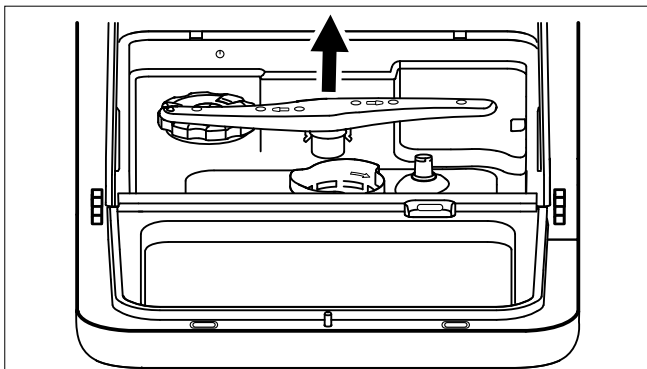

Fig. 25 – Extracción del brazo pulverizador
- ▶ Saque el brazo pulverizador (4) del interior del aparato para limpiarlo (véase Fig. 25) para limpiarlo. Para ello, elévelo un poco y extráigalo. Limpie el brazo pulverizador con agua corriente y compruebe que los orificios no estén obturados. A continuación, vuelva a colocarlo.